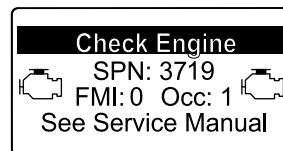

Figura 36
- Se for necessária uma regeneração de recuperação, o InfoCenter mostra o aviso do motor SPN 3719, FMI 16 (Figura 36) e o computador do motor reduz a potência do motor para 85%.